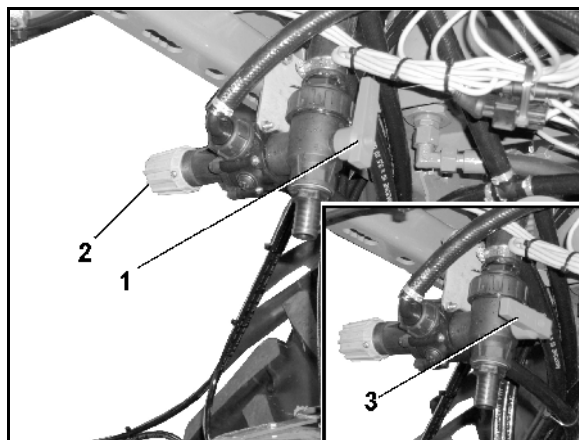

Fig. 86
- DUS-omkoblingsventilen (Fig. 86/1)
- DUS-trykkbegrensningsventilen (Fig. 86/2). DUS-trykkbegrensningsventilen er fast innstilt fra produsentens side og reduserer trykket i trykkomløpssystemet med 1 bar.
Når DUS-omkoblingsventilen er i posisjon (Fig. 86/1), er trykkomløpssystemet tilkoblet.
Når DUS-omkoblingsventilen er i posisjon (Fig. 86/3), er trykkomløpssystemet frakoblet.